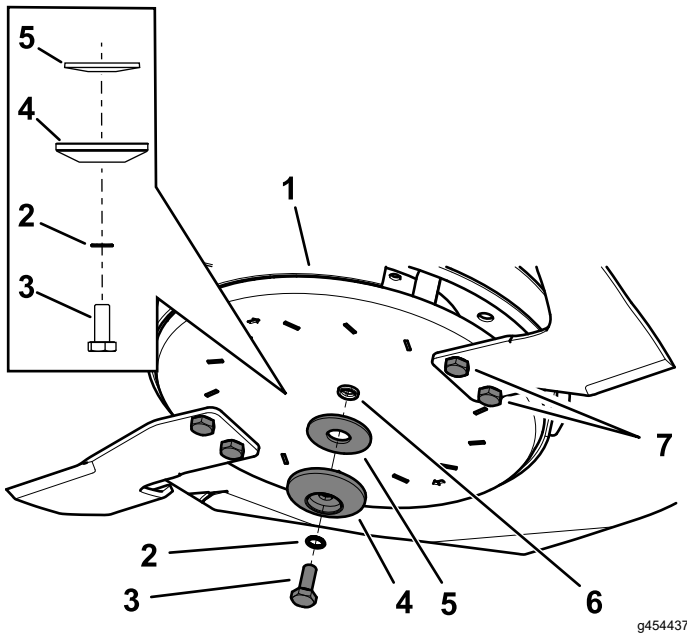

Figura 111
2. Montate il gruppo delle lame laterali utilizzando il bullone del disco, la rondella seghettata, il fermo della lama e la rondella curva rimossi in precedenza (Figura 111).